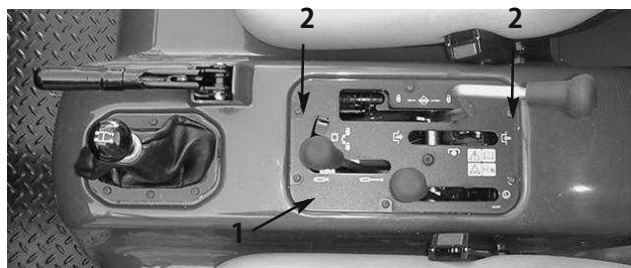

図14
1. ワークマンのダッシュ・パネルの右側をセンター・コンソールに固定しているネジ(前後に2つ)を外す(図14)。